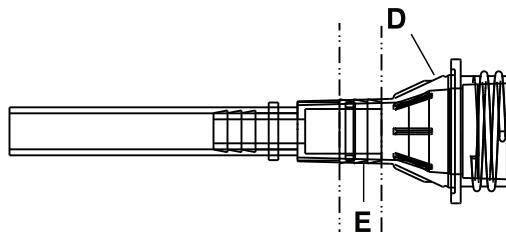

Afbeelding 7-5: Verloopkoppelstuk
5. Gebruik de draadtang om de kabelbinder (C) die zich het dichtst bij het voeteneinde van de matrashoes bevindt en waarmee de LAL-slang en het verloopkoppelstuk (A) aan het ventielhuis (B) zijn bevestigd, voorzichtig door te knippen (Afbeelding 7-5 op pagina 7-20).